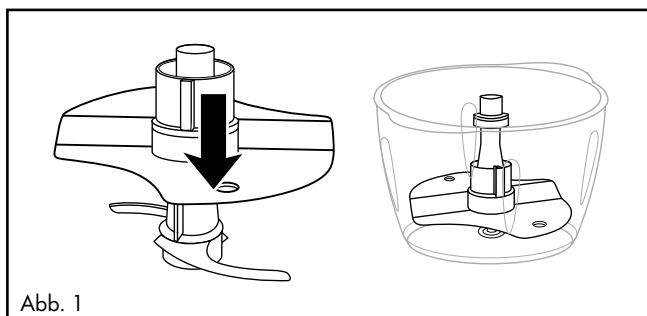

Abb. 1
- Um 200–400 ml Sahne zu schlagen, stecken Sie die Emulgierscheibe **12** so auf den Messerhalter **7**, dass die Emulgierscheibe **12** auf beiden Teilen des Messers **8** aufliegt und einrastet (Abb. 1):